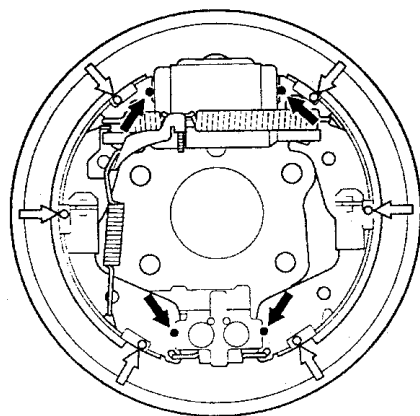

图 8-50 润滑点
6) 如图 8-50 所示，给滑动面涂上 Molykote44MA 润滑脂。擦干对于的润滑脂。不要让润滑脂接触制动片。